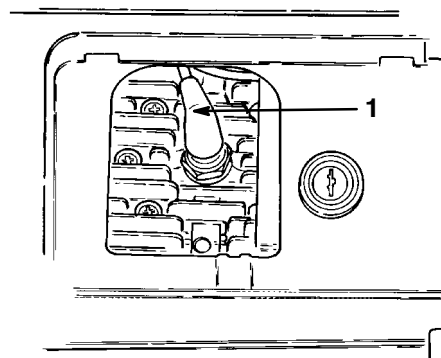

Figure 13
5. Débranchez la bougie (Fig. 13).
- Débranchez et déposez la bougie (Fig. 13).